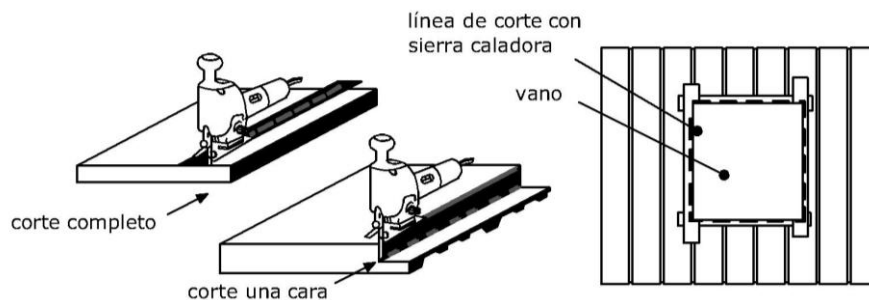

Fig. 14
- Verifique que el trazo sea correcto y proceda a cortar el panel con una sierra recíprocante o caladora. Si va a hacer un corte de espesor completo asegure que la longitud del corte de la hoja de la sierra sea mayor al espesor del panel. Cuando se corte por una sola cara (requerido en traslapes o en instalaciones especiales) verifique que la hoja de la sierra penetre en el poliuretano hasta la profundidad deseada. Instale en sus herramientas las sierras especificadas para el corte de láminas metálicas. Recuerde no usar sierra de disco para hacer los cortes en los paneles debido a que la fricción quema y daña la pintura del panel. (Fig. 14)